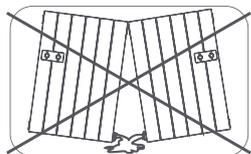

рис. 2
4. Для монтажа радиаторов с числом секций до 12 используйте 2 кронштейна, для 12 и более 3 кронштейна (рис. 2).